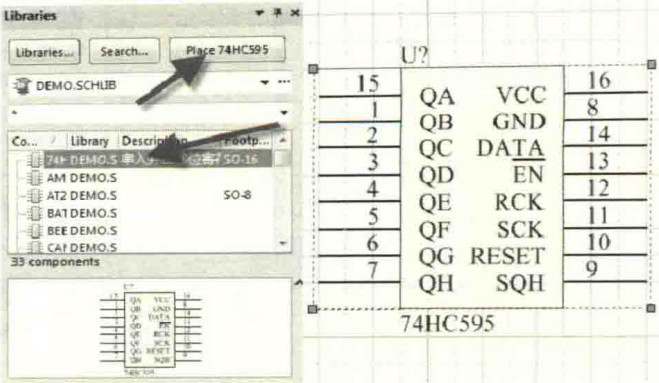

图 4-13 放置元件
(2)选择需要放置的元件,如“74HC595”,这个时候面板右上角的放置按钮会变成“Place 74HC595”,单击该按钮,就可以在原理图区域放置这个元件了,如图 4-13 所示。